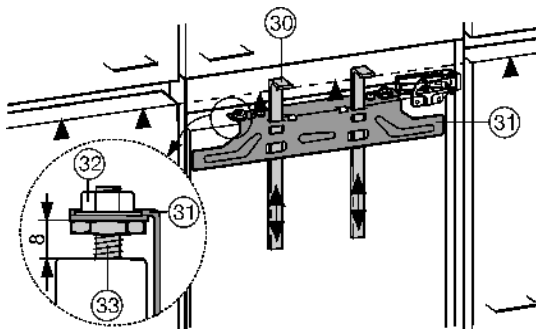

Fig. 21
Для обеих дверей потребуются монтажные приспособления *Fig. 21 (30)*. Поэтому монтаж мебельных дверей необходимо выполнять поочередно.
- ▶ Монтажные приспособления *Fig. 21 (30)* сдвиньте вверх на высоту мебельной двери. Нижняя упорная кромка ▲ монтажного приспособления = верхней кромке подлежащей установке мебельной двери.